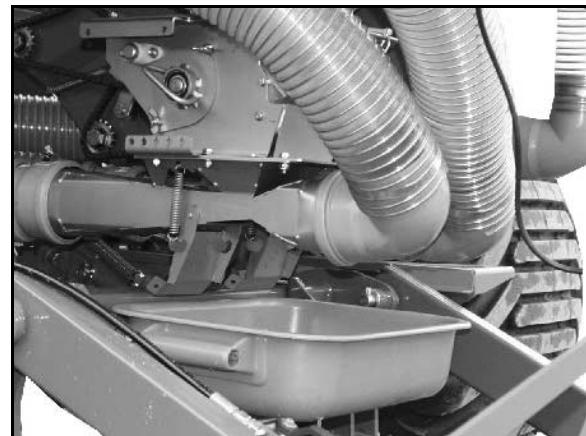

Рис. 86
- Заслонку (Рис. 86/1) переместите до упора в дозаторе.